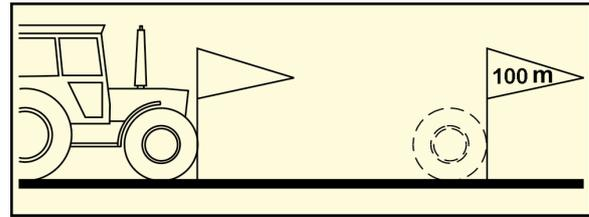

Fig. 25
- Medir en la parcela, un trayecto de medición de 100 m exactos. Marcar el punto de partida y de llegada de dicho trayecto de medición (Fig. 25).